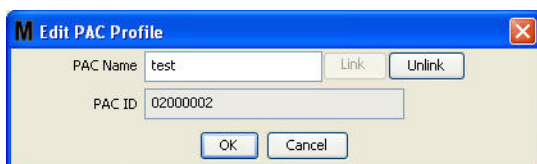

图 117
8. 显示 图 117 中所示的“编辑 PAC 配置文件”框。若要更改 PAC 名称，将新的名称输入 PAC 名称框中，单击“确定”关闭屏幕和保存更改。